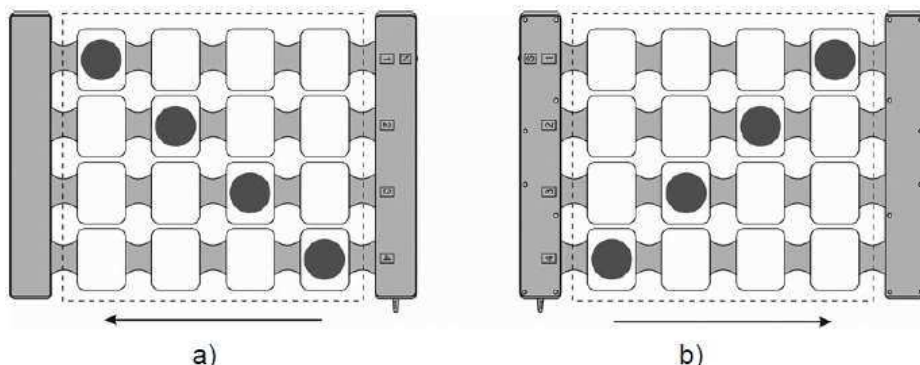

Fig. 20. Diagonala de rulare, polaritatea câmpului magnetic pe partea îndreptată spre tine,
- 2) „diagonală de rulare” (Fig. 20) – excitarea secvențială a inductoarelor amplasate în diagonală cu excitarea ulterioară unidirecțională a inductoarelor adiacente conform unei legi ciclice; ciclul pentru acest tip de măturare este de șapte „pași” de excitare a inductorilor (în funcție de numărul de combinații posibile de excitare a inductoarelor).